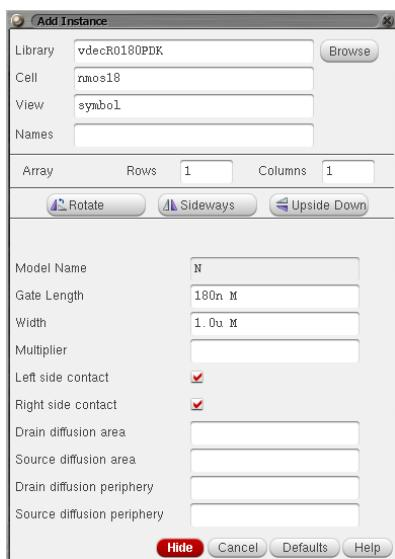

図 1: Add Instance ウィンドウ
1. 起動した回路図エディタ上で “i” として、図 1 に示される Add Instance ウィンドウから Browse ボタンを使用し、vdecR0180PDK ライブラリの nmos18 の symbol を選択する。